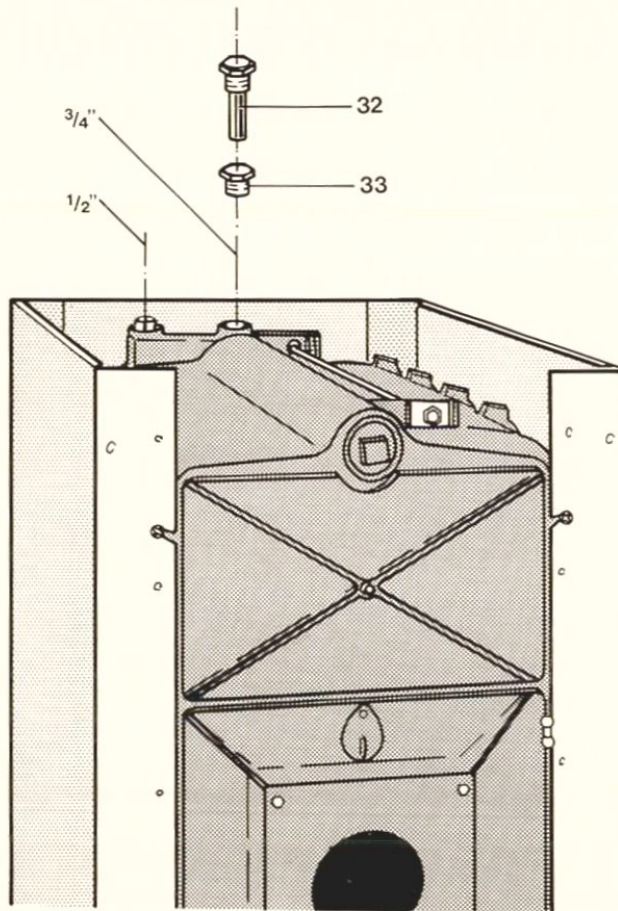
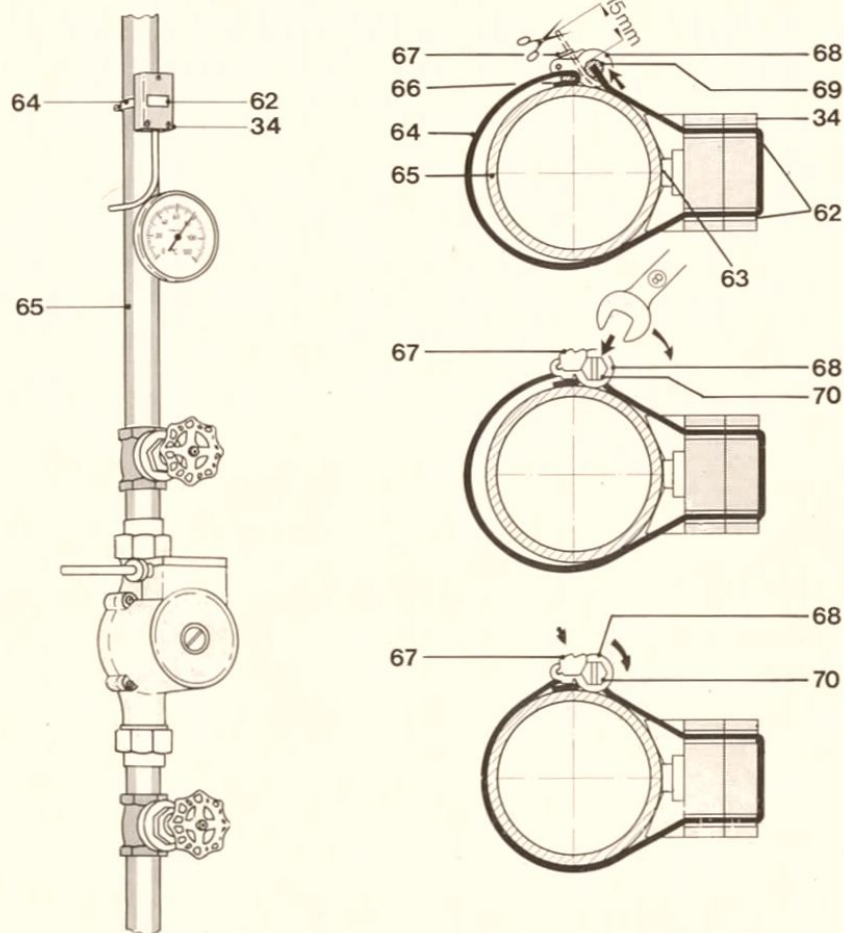
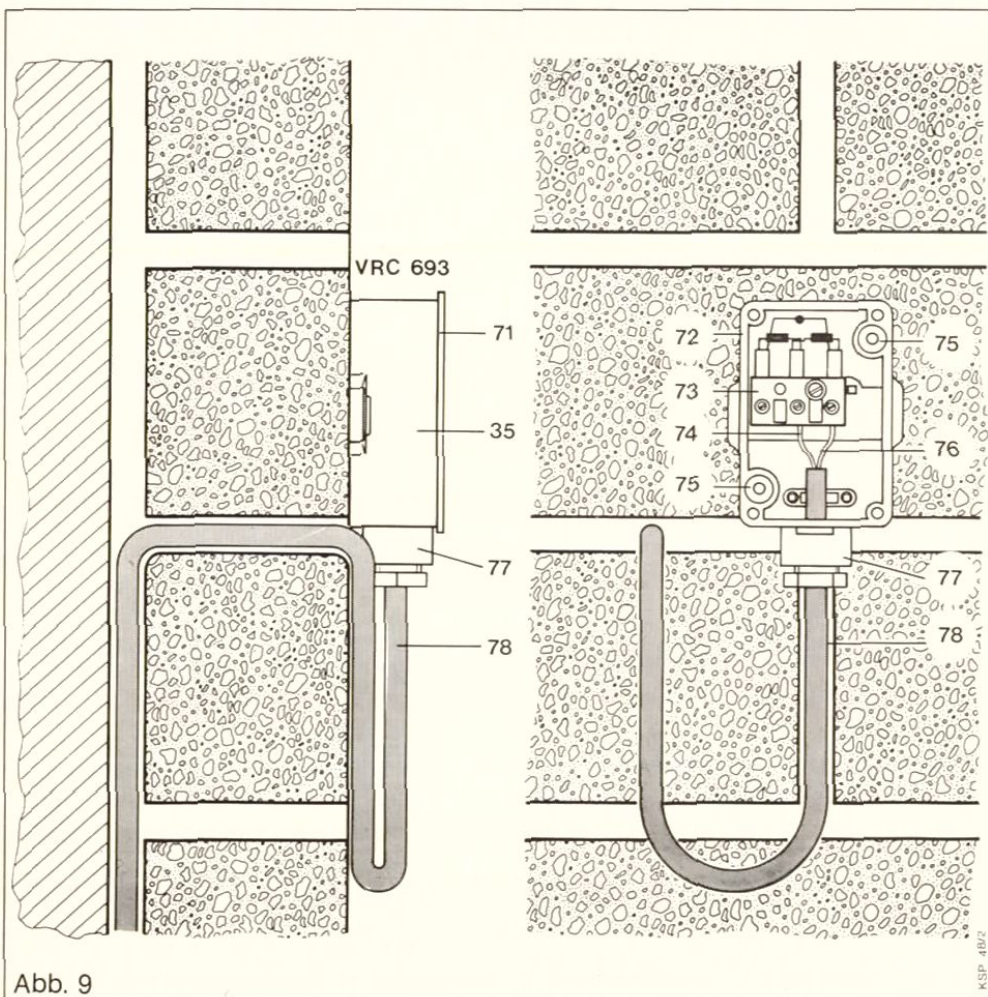

Abb. 1
Abb. 8
Abb. 9
Montage des Kessel-Schaltpultes Art. Nr. 9104 gemäß Abb. 1 und 2 am Kessel vornehmen. Außenfühler ③⑤ gemäß Abb. 9, S. 12 an der Gebäude-Außenwand befestigen. Vom Außenfühler ③⑤ eine Zuleitung $2 \times 0,75 \text{ mm}^2$ zum Kessel-Schaltpult ③⑦ verlegen. Vorlauffühler ③④ an der Vorlaufrohrleitung hinter der Heizungspumpe ④④ mit beiliegendem Spannband befestigen Abb. 8, Seite 11. Das fest verdrahtete Zuleitungskabel ⑥⑩ zum Kessel-Schaltpult ③⑦ führen. An der Steckkupplung ②⑨ des Zuleitungskabels ⑥⑩, die Anschlußleitung des Außenfühlers ③⑤ an den Klemmen T₁ und T₂ anklemmen.
Die braune Ader (74) und die blaue Ader (76) entsprechend der Abbildung 9 anklemmen. (Die Klemme mit der roten Markierung bleibt frei)
nehmen. Außenfühler 35 gemäß Abb. 9.
siehe Abb. 9, Seite 6, Netzanschluß ②